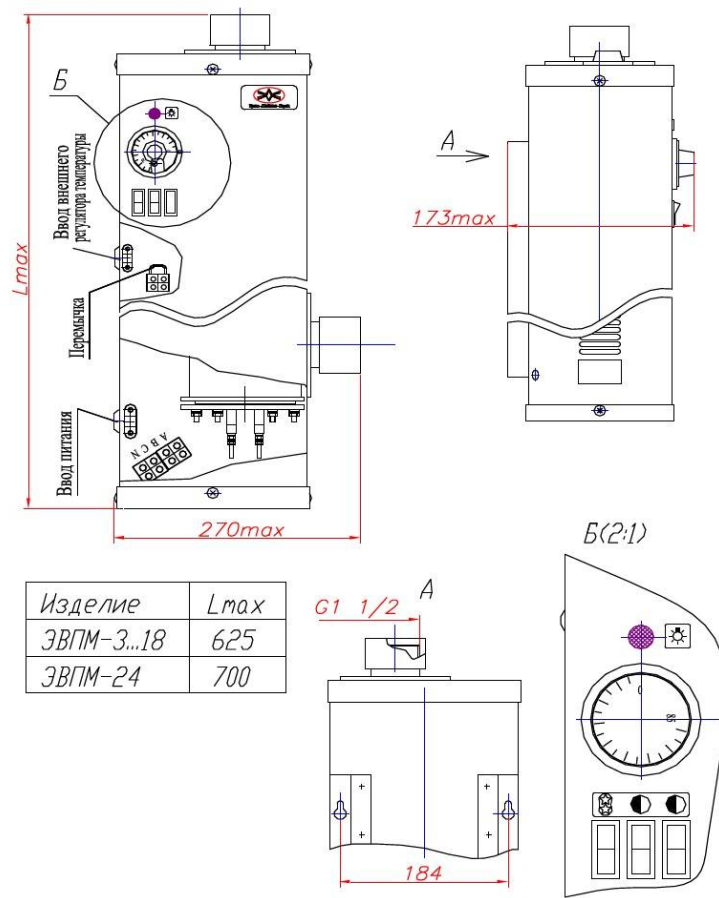

Рис.1 Водонагреватель ЭВПМ
4.1. Водонагреватель рис.1 представляет собой корпус из трубы, внутри которого расположены трубчатые электронагревательные элементы (ТЭН), объединенные в блок нагревателей. Корпус водонагревателя имеет два патрубка: нижний – для подвода холодной воды, верхний - для отвода нагретой воды. Корпус водонагревателя закрыт стальным кожухом.